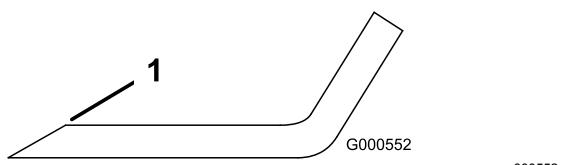

Figura 92
1. Utilice una lima para afilar el filo de corte en ambos extremos de la cuchilla (Figura 92).
Nota: Si la cuchilla no está equilibrada, rebaje algo el metal en la parte de la vela solamente con una lima (Figura 92).